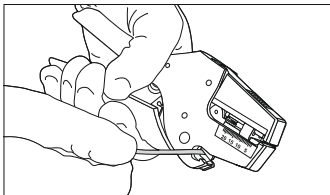

Рисунок 2
5.2 Отрезать необходимую длину провода. Для этого воспользуйтесь встроенным в стриппер резаком (рисунок 2).